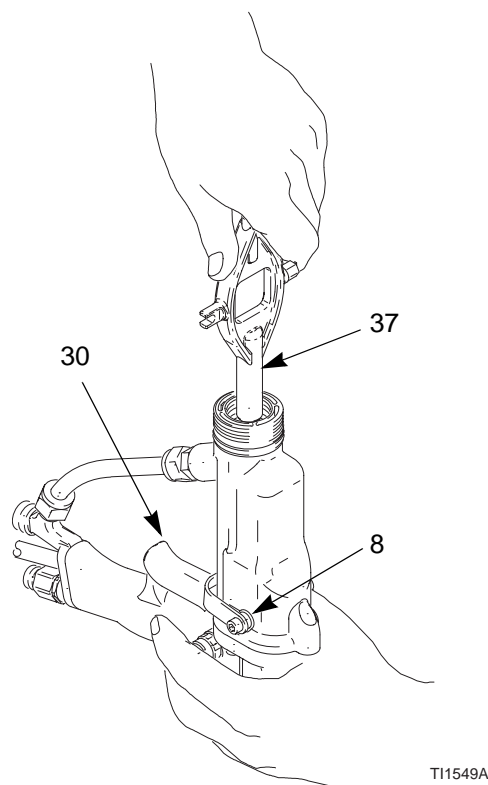

Fig. 11. Rimozione delle guarnizioni dell'ago
4. Rimuovere le viti del grilletto (8) ed il grilletto (30). Vedere FIG. 11.
5. Rimuovere l'asta premiguarnizioni (26), utilizzando l'attrezzo multiuso (37).